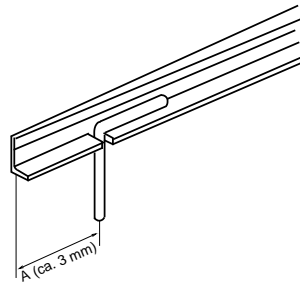

Abbildung 10: Schlitz für Stelldraht
2. Es wird auf der Innenseite der Zunge ein Einschnitt an der markierten Stelle mit der Trennscheibe in den Schienenfuß gemacht (siehe Abbildung 10). Die Ecke Schienenfuß/-hals – dort wo der abgewinkelte Draht zu liegen kommt und festgelötet werden soll – mit der Trennscheibe etwas vertiefen und aufrauhnen. Dabei wird auch die Oxydschicht entfernt.